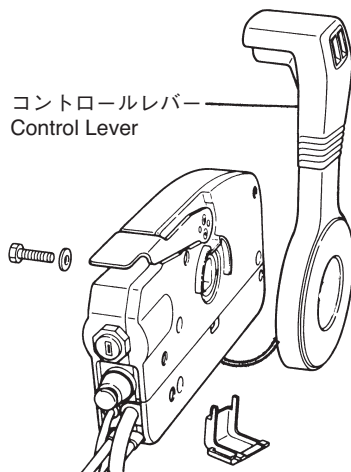

Fig.19
- ② コントロールレバーを反対側に再度取付け、ボルト、ワッシャーにて固定します。（Fig.19）
(2) RC-5A/9A/11A, 5E/11E, 5F/11F
- ③ コントロールレバー取付けボルトを外し、コントロールレバーを外します。（Fig.19）
- 2) Attach the control lever to opposite side and fix it with bolt and washer. (Fig.19)
- 3) Remove the control lever after removing the control lever fixing boll. (Fig.19)